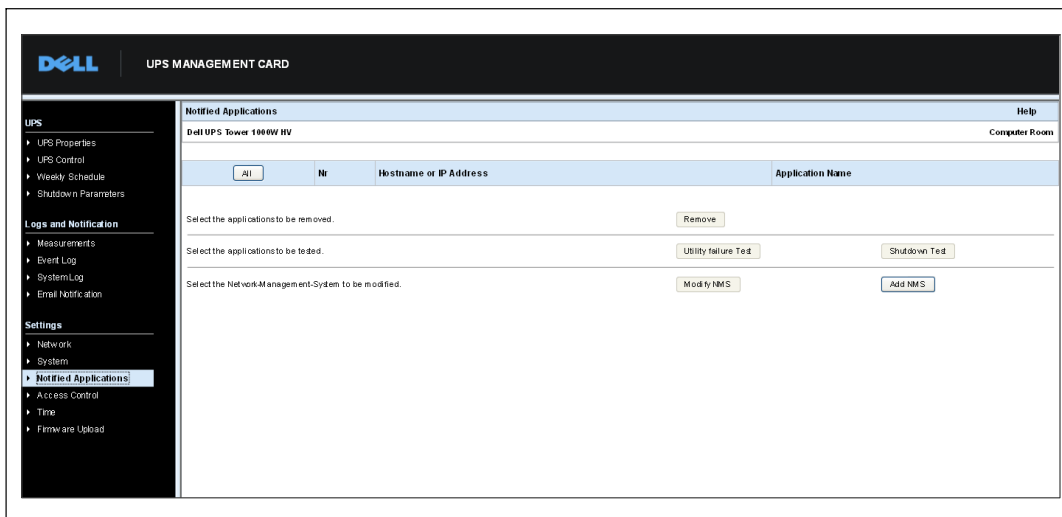

图 33. 已通知应用程序页面
- 1 在菜单栏中选择已通知应用程序( **Notified Applications** )。已通知应用程序页面打开( 参见 图 33 )。